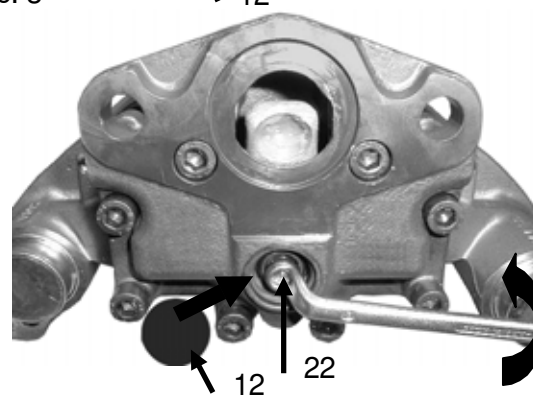

Рис. 4
- Не снимая накидного ключа, приведите в действие механизм тормоза 5 раз ($P \approx 0.1 \text{ МПа}$). Если ключ (см. жирную стрелку на Рис. 4) поворачивается в направлении против часовой стрелки при каждом срабатывании тормозного механизма, это означает, что АРЗ функционирует.